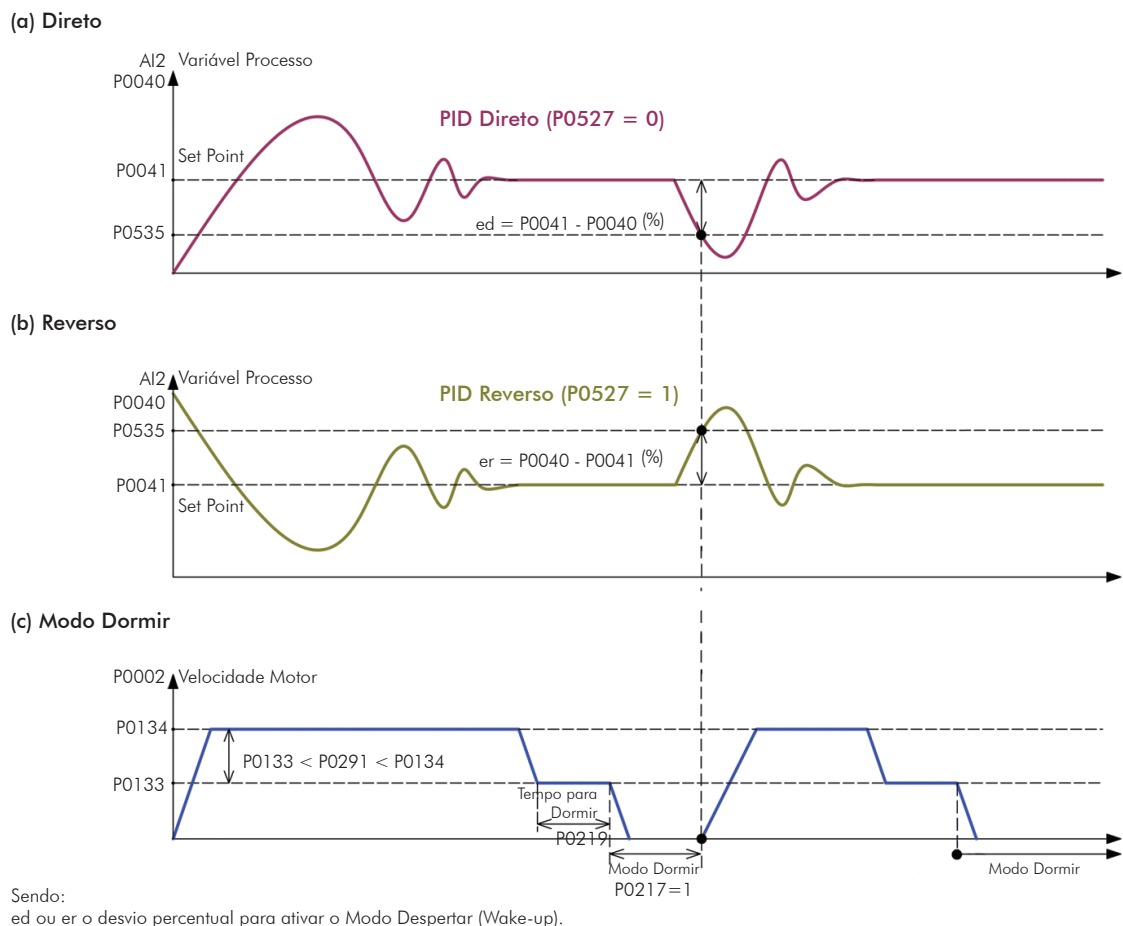

Figura 20.2 (a) a (c) - Tipos de ação do PID
2) **Definir o tipo de ação do PID** que o processo requer: direto ou reverso. A ação de controle deve ser direta (P0527=0) quando é necessário que a velocidade do motor seja aumentada para incrementar a variável do processo. Em caso contrário, selecionar reverso (P0527=1). Consulte a figura 20.2.
O modo Dormir é um recurso útil para economizar energia quando se utilizar regulador PID. Consultar a figura 20.2.
Para o modo dormir funcionar habilite a lógica de parada programando P0217=1 (ativa). A condição de bloqueio é a mesma existente para a lógica de parada sem PID. Consulte a seção 12.6 - Lógica de Parada [35]. Porém o ajuste de P0291 deve ser: P0133 < P0291 < P0134. Consulte a figura 20.2.